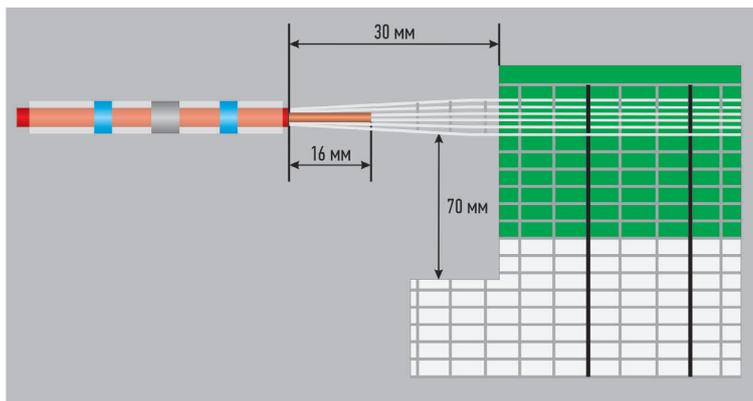

Рис. 3
4. Наденьте соединительную гильзу на провод. Оберните зачищенный медный провод серебряистой шиной (см. рис. 3).